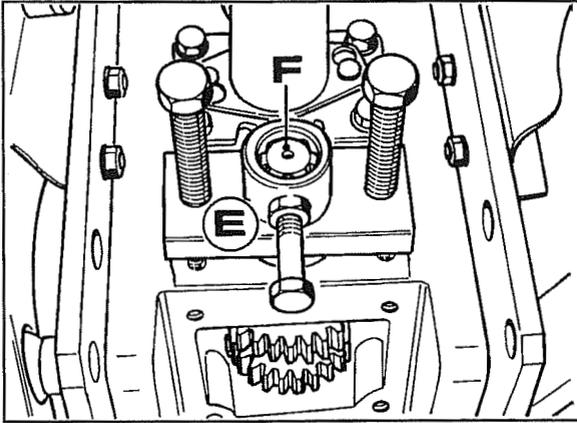
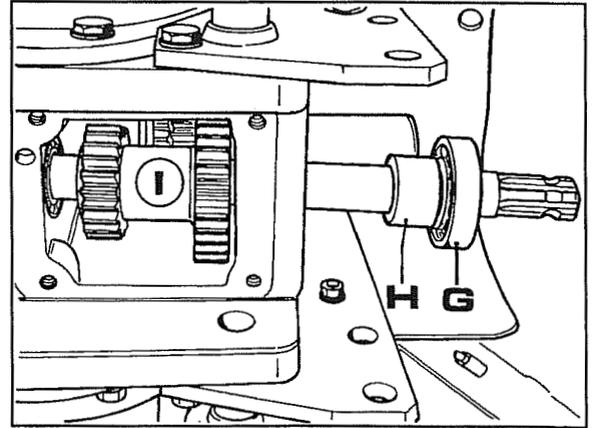
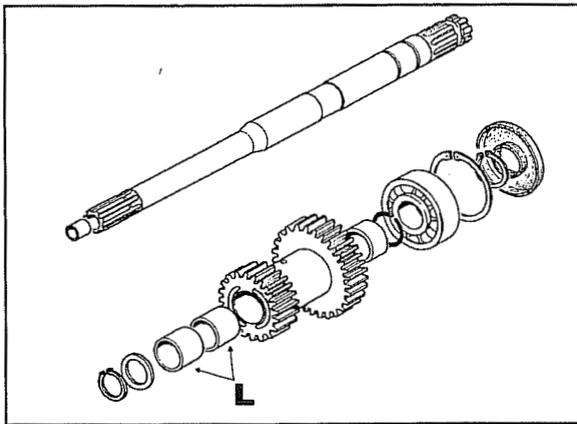

Fig. 3
Fig. 4
Fig. 5
4. Conectar la toma de fuerza sincronizada con el mando situado junto a la palanca del freno de mano, luego con la herramienta e fig. 3, extraer el eje F de la toma de fuerza sincronizada. Junto con el eje de la toma de fuerza se extraerán el cojinete G y el distanciador H de la fig. 4.
Nota - Al extraer el eje F del cárter sostener el engranaje doble I fig. 4 para evitar que caiga. La fig. 5 muestra el conjunto de piezas de la toma de fuerza sincronizada.
5. Extraer y cambiar los cojinetes L fig. 5 del engranaje doble.